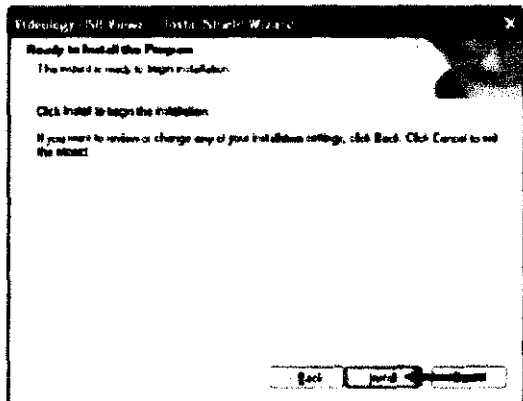

Figura 13
11. Haga clic en el botón "Install" señalado con una flecha (véase la Figura 13).